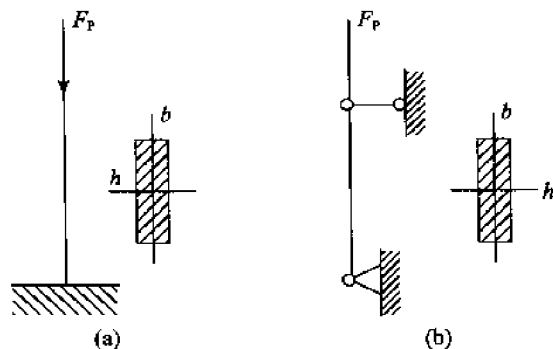

图 13-27
5. 如图 13-27 所示,压杆(a)、(b)均为细长杆,两杆的材料、杆长、截面形状和尺寸均相同, $h = 2b$, 临界载荷分别为 $F_{cr,a}$ 和 $F_{cr,b}$,则:_____。